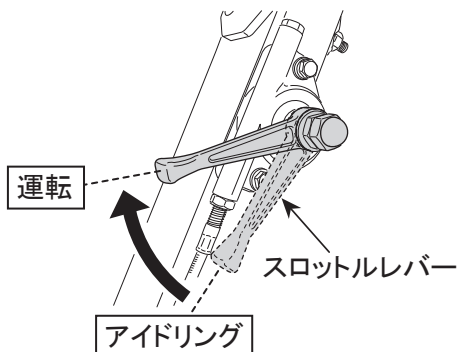

図 16
1. スロットルレバーを運転位置にします。スロットルレバーは勢いよく動かしてください。ゆっくり操作しますとクラッチがスリップを起こして、動作不良や故障の原因となります。(図16)